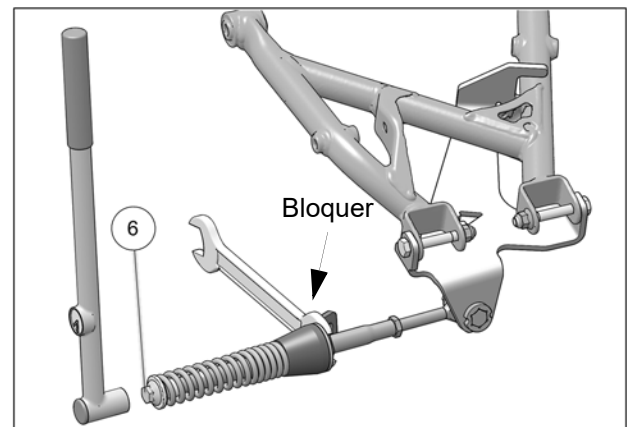

Fig. 11
11. Vérifier que le boulon du ressort (6) est serré au couple recommandé: 75 Nm [55 lb•pi]. Assurez-vous de bloquer en position, l'écrou qui se trouve devant l'amortisseur en caoutchouc. Voir Fig. 11